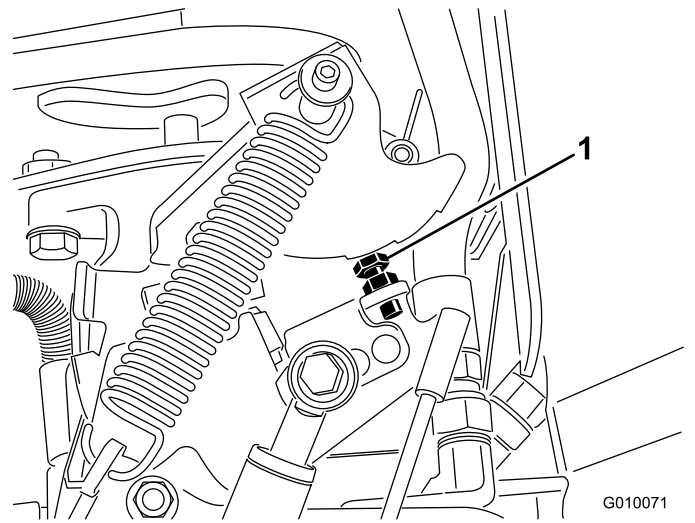

图66
5. 如果需要调节转动泵止动螺栓 图66 使其更接近限位板以缩短打孔间距或将止动螺栓转离限位板以增大打孔间距。